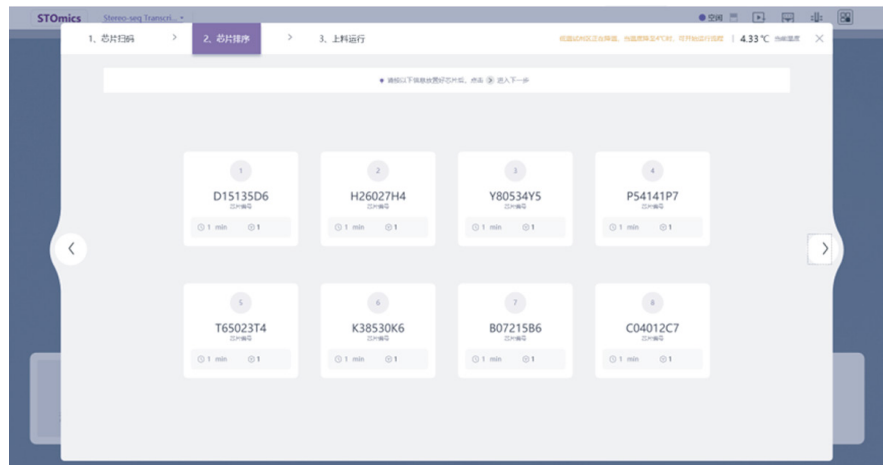

图 2-13
c. 芯片排序：点击翻页按钮后，进入“芯片排序”界面，如图 2-13 所示，填写的芯片信息会自动排序。请再次核对真实芯片顺序是否与建议芯片顺序相符，若不符则在上机前及时调整。